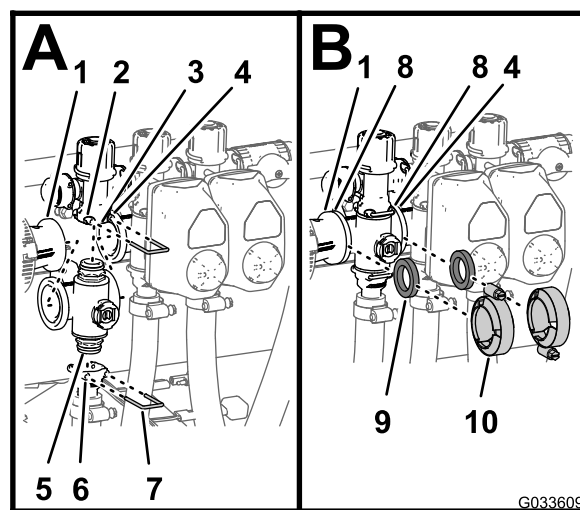

Figura 131
- Inserte el conector de extremo superior de la válvula multivía en el acoplamiento de desvío (Figura 131, A).
- Sujete el conector de extremo al acoplamiento de desvío insertando una horquilla de retención en el acoplamiento de desvío (Figura 131, A).
- Monte el conector de salida en el conector de extremo inferior del distribuidor (Figura 131, A).
- Sujete el conector de extremo al conector de salida insertando una horquilla de retención en el conector de salida (Figura 131, A).
- Alinee una junta entre las bridas del racor reductor y el distribuidor de la válvula de sección (Figura 131, B).
- Monte el racor reductor, la junta y el distribuidor de la válvula de sección con una abrazadera y apriete a mano (Figura 131, B).
- Para instalar las dos válvulas de sección de la izquierda, alinee una junta entre las bridas de los distribuidores de las 2 válvulas de sección adyacentes (Figura 131, B).
- Sujete los 2 distribuidores de válvula de sección adyacentes y la junta con una abrazadera y apriete a mano (Figura 131, B).